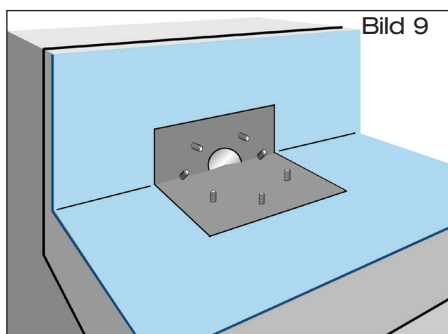

Bild 9
- 2.3 **Dachdichtungsbahn** über Attikaablauf ausrollen und im Bereich des Klemmflansches aussparen (Bild 9).